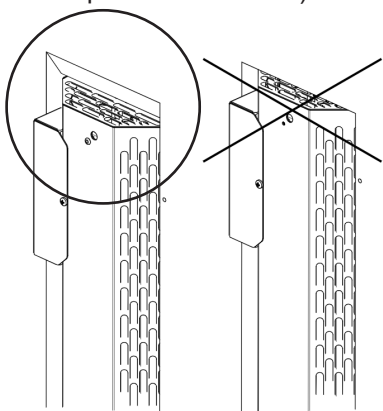
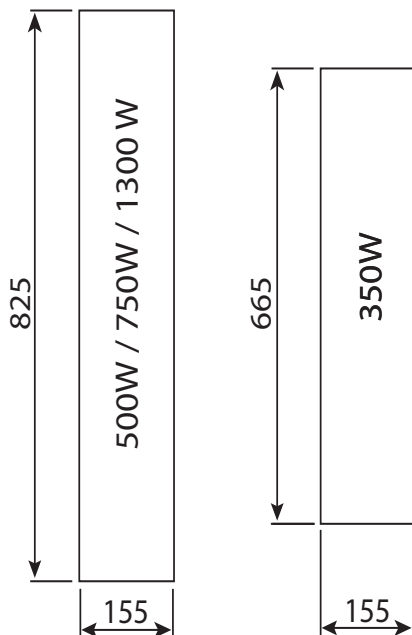

Fig. 1 : Ne pas couvrir les fentes d'aération
Fig. 4 : Découpes de montage du radiateur infrarouge
- Les fentes d'aération situées en haut et en bas ne doivent PAS être couvertes (voir **Fig. 1**)
Veuillez respecter la **Fig. 1** et la **Fig. 4**.